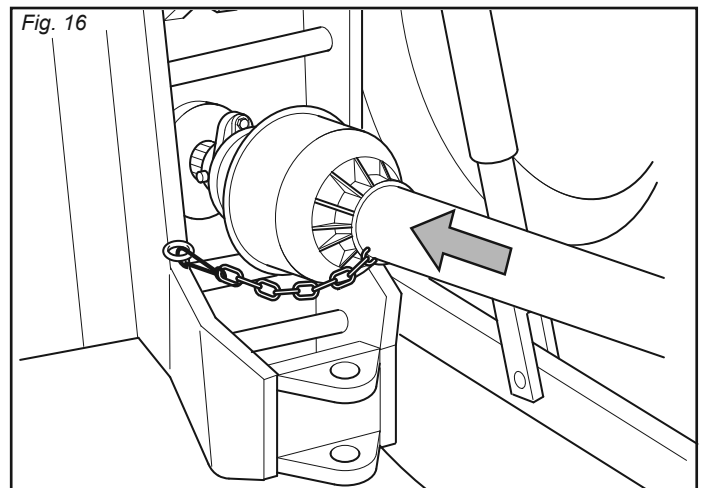

Fig. 16
- 5 - Die Gelenkwelle einstecken und sicherstellen, daß sie fest mit der Zapfwelle verbunden ist. Sicherstellen, daß der Gelenkwellschutz sich frei verschieben kann und mit der Kette befestigen (Abb. 16).